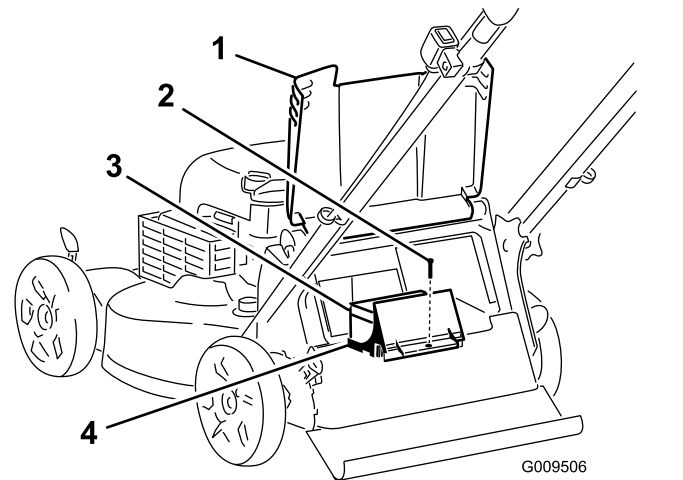

Рисунок 36
1. Поднимите задний отражатель и найдите аккумуляторный отсек (Рисунок 36).